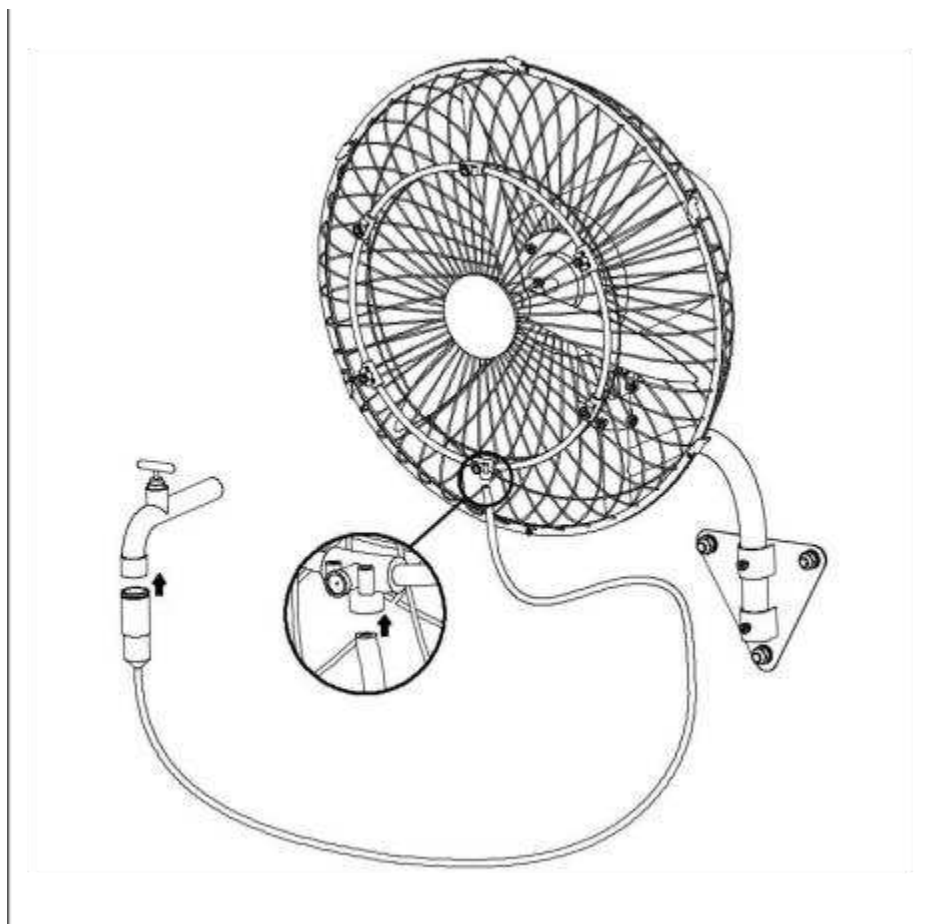

Fig.11 .
2). Connectez le tuyau d'eau au robinet et à la buse de pulvérisation respectivement, et serrez le robinet. Voir la (Fig.11.) Terminé !